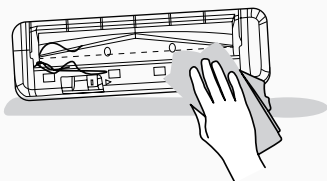

Fig. 13
4. Bruk den tørre kluten til å fjerne eventuelle sammenfiltringer fra agitatoren og smuss på bustene. Ikke løsne gummihylsen på kulelageret. [Fig. 13]